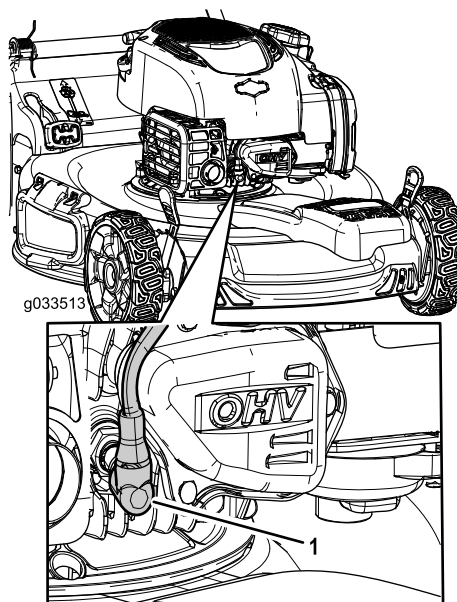

Figura 25
2. Scollegate il cappellotto dalla candela (Figura 25).